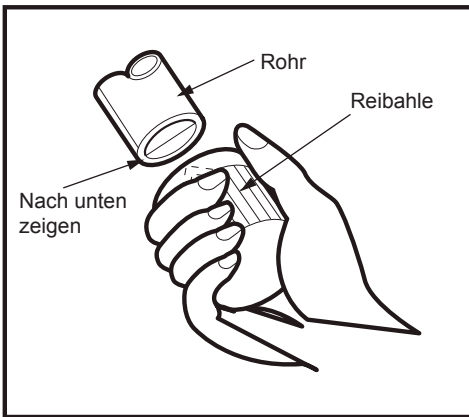

Abb. 5
- Entfernen Sie die Grate an den Schneidkanten. Halten Sie den Rohrauslauf nach unten, um das Metallpulver in das Rohr zu vermeiden (Abb. 5).